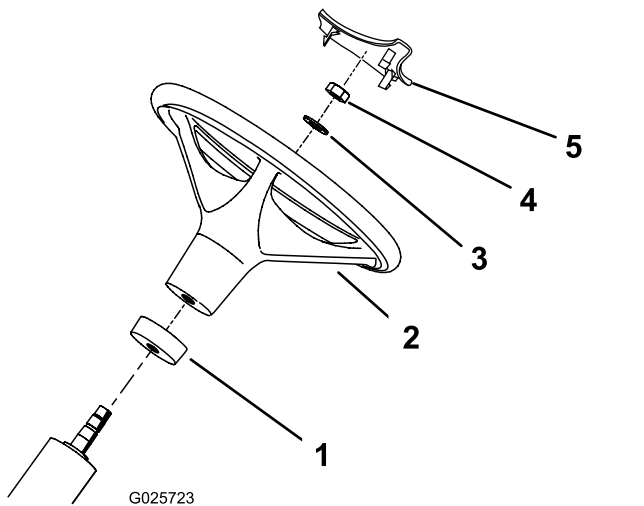

Bild 3
2. Schieben Sie den Schaumkragen auf die Lenkwelle (**Bild 3**).
3. Schieben Sie das Lenkrad auf die Lenkwelle (**Bild 3**).
4. Befestigen Sie das Lenkrad mit einer Scheibe und Sicherungsmutter an der Lenkwelle (**Bild 3**).
6. Drücken Sie die Abdeckung für das Lenkrad in der richtigen Position auf das Lenkrad (**Bild 3**).